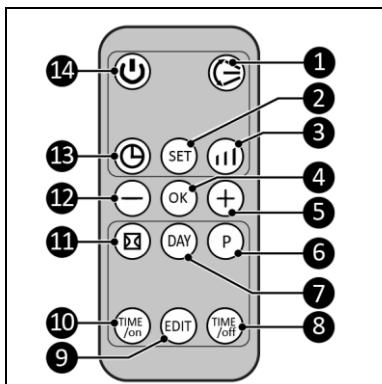

Figura 6
- Apăsați butonul ON/OFF (PORNIT/OPRIT) (Figura 6, poz. 14):